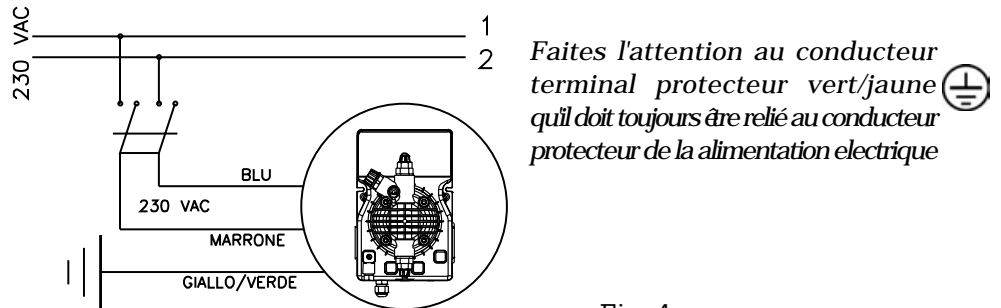

Fig. 4
- b. - Respecter les normes en vigueur dans les différents pays pour ce qui est de l'installation électrique (fig. 4). Si le câble électrique n'a pas de fiche électrique, l'appareil doit être relié au réseau d'alimentation par l'intermédiaire d'un interrupteur omnipolaire sectionneur ayant une distance minimum entre les contacts de 3 mm. Avant d'accéder aux dispositifs de raccordement, tous les circuits d'alimentation doivent être coupés.